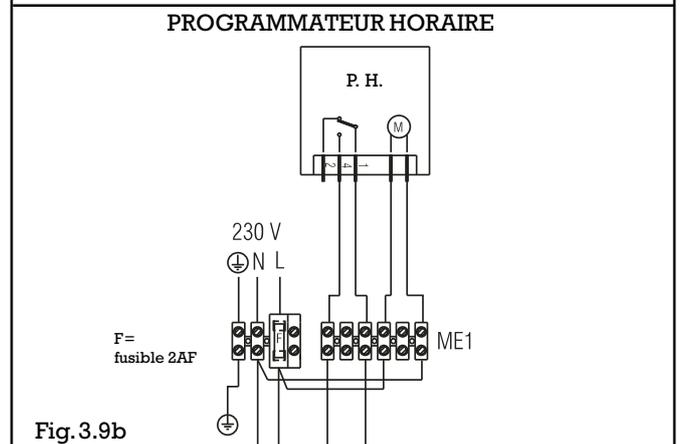

Fig. 3.9b
• PROGRAMMATEUR HORAIRE (P.H., fig. 3.9b)